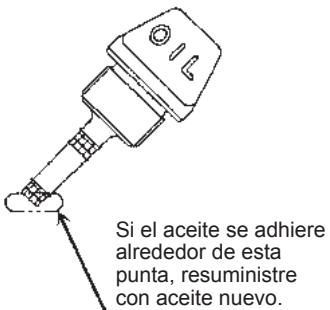
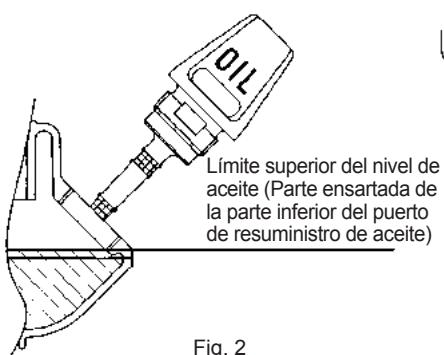

Fig. 1
Fig. 2
- Cuando el aceite sea escaso de tal forma que solamente la punta del medidor de aceite haga contacto con el aceite, especialmente cuando el medir se encuentra insertado en el cárter sin estar atornillado (Fig. 1), resuminstre con aceite nuevo a través del puerto (Fig. 2).
- (1) Mantenga el nivel de aceite y retire el medidor de aceite.
- (2) Llene de aceite hasta el borde del puerto de resuministro de aceite (consulte la Fig. 2 en la página anterior). Suministre el aceite con el contenedor de resuministro del lubricante.
- (3) Apriete firmemente el medidor de aceite. Puede que un apretado insuficiente cause una fuga de aceite.